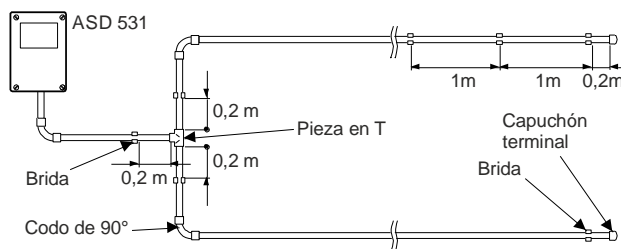

Fig. 34 Codos de 90° y puntos de bifurcación
Para la instalación en línea recta, la dilatación de la longitud total del conducto de aspiración (40 m) dentro de la fluctuación de temperatura permitida (20 °C) puede ser de hasta **80 mm**. Por ello es fundamental asegurarse de que el conducto de aspiración tenga la suficiente holgura para «trabajar» (deslizarse) en las bridas o abrazaderas de fijación. Debe guardarse una distancia de 100 mm (0,1 m) desde la última brida o abrazadera de fijación hasta el capuchón terminal. Véase también la Fig. 34
- En caso de utilizar puntos de bifurcación en el conducto de aspiración, deberá respetarse un espacio mínimo de 0,2 m desde la pieza en T hasta las bridas (Fig. 34).